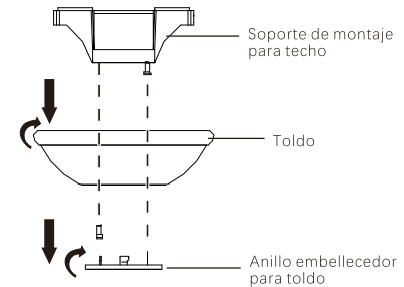

Imagen 5
**Paso 1.** Quite el anillo embellecedor del toldo al girarlo en sentido antihorario. (Imagen 5)
**Paso 2.** Quite el soporte de montaje para techo del toldo al quitar y guardar uno de los dos tornillos. Afloje el tornillo restante a la mitad. (Imagen 5)